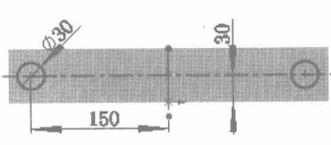

图 1.6 横断面草图
② 定义横断面草图。在草图绘制环境中绘制图 1.6 所示的横断面草图。
③ 选择下拉菜单 **插入(I)** →  **退出草图** 命令，退出草图绘制环境。
(3) 定义拉伸深度属性。
① 定义深度方向。采用系统默认的深度方向。
② 定义深度类型和深度值。在“拉伸”窗口 **方向1** 区域的下拉列表中选择 **给定深度** 选项，输入深度值 40.0。在“拉伸”窗口 **方向2** 区域的下拉列表中选择 **给定深度** 选项，输入深度值 65。
(4) 单击  按钮，完成拉伸 2 的创建。